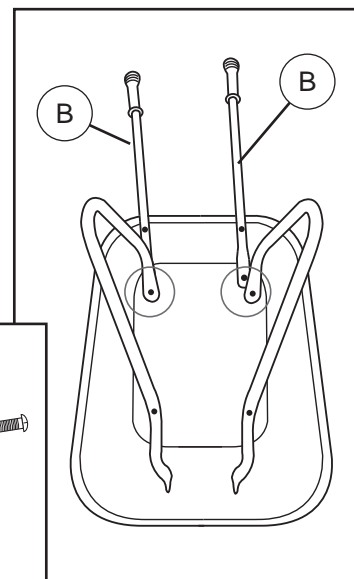

Figure 2
2. Faire glisser les poignées (B) dans les extrémités opposées des repose-jambes et aligner les trous (Fig. 2). Pousser le boulon (E) à l'intérieur de la cuvette à travers les trous alignés, fixer la rondelle et la visser sur l'écrou en nylon, en serrant à la main uniquement à ce stade.